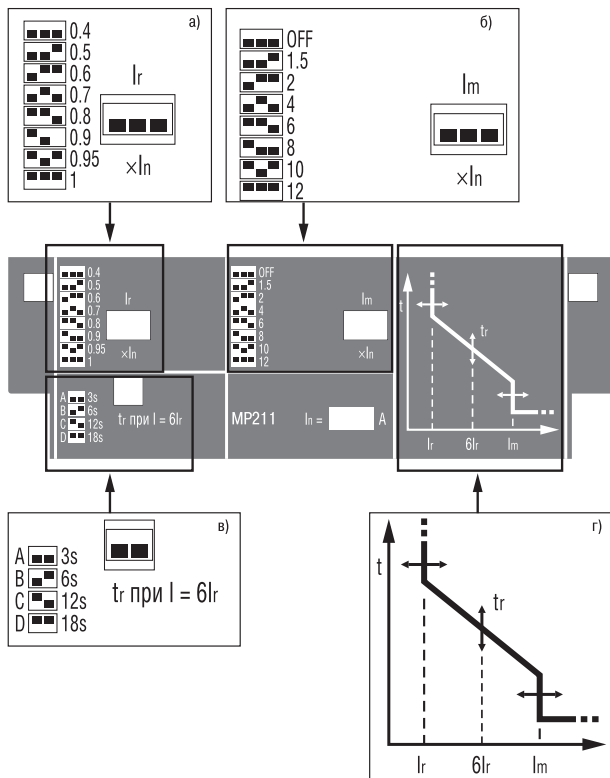

Рисунок 2
1. Уставка срабатывания защиты от перегрузки (рис. 2а). Коэффициент К срабатывания защиты от перегрузки позволяет установить ток уставки срабатывания защиты от перегрузки в соответствии с формулой:
2. Уставка срабатывания защиты при коротком замыкании (рис. 2б).
3. Время задержки срабатывания защиты от перегрузки (рис. 2в).